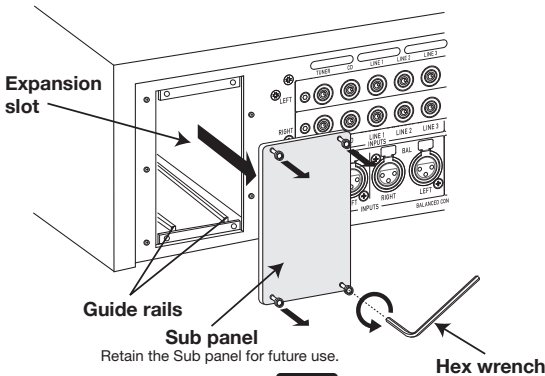

Fig. 1
- ① 増設するプリアンプの電源スイッチをOFFにします。
- ② リアパネル側の増設用スロットのサブパネルをはずします。ネジ(4本)は、付属の六角レンチを使用(反時計回り)してはずします。(図1参照)はずしたサブパネルは使用しません。
- ❶ Set the power switch of the preamplifier to OFF.
- ❷ Remove the sub panel of the expansion slot on the rear panel. Use the supplied hex wrench to remove the four screws by turning them counterclockwise (see Fig. 1). The removed sub panel is not used.